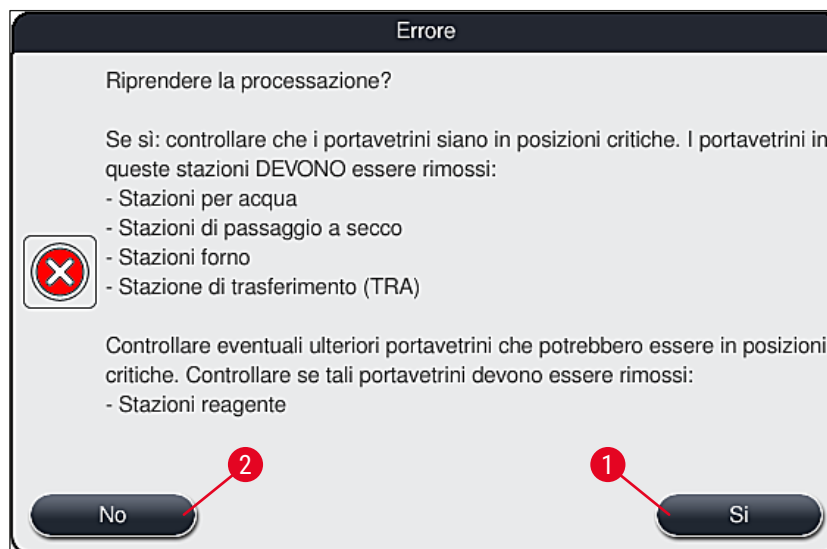

Fig. 110
4. Di seguito è possibile selezionare se ripristinare o meno il processo di colorazione (→ p. 139 – 8.2.2 Ripristino del processo di colorazione dopo un black-out) o annullarlo (→ p. 140 – 8.2.3 Annullamento di tutti i processi di colorazione dopo un black-out) (→ "Fig. 110").
2. Rimuovere dallo strumento i portavetrini critici, seguendo quanto indicato nel messaggio informativo precedente (→ "Fig. 110") e confermare la rimozione premendo la stazione corrispondente (→ "Fig. 111-1") sullo schermo.
È possibile annullare la cancellazione del processo di colorazione e il ritorno al menu di selezione precedente (→ "Fig. 110") premendo il pulsante **Annulla** (→ "Fig. 112-2").